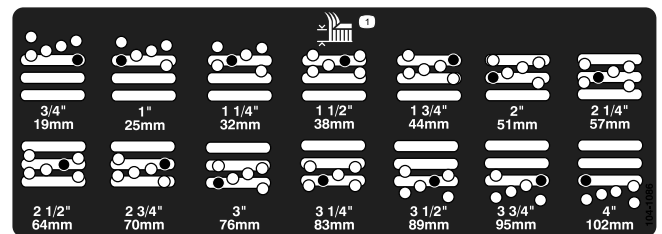

Figura 19
4. Sujetando la cámara, retire el espaciador (Figura 19)
5. Mueva la cámara a la altura deseada e instale el espaciador en el taladro y la ranura de altura de corte deseados (Figura 19).